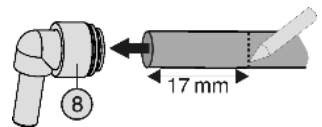

*Fig. 14*
- ▶ De houder *Fig. 14 (3)* vastkleven.
- ▶ De beide bevestigingsclips *Fig. 14 (4)* openen en in de aangegeven afstand op de compressordrager schuiven.
- ▶ De geïsoleerde slang *Fig. 14 (5)* eruit trekken en achter buis *Fig. 14 (6)* door-trekken.
- ▶ Beschermkappen *Fig. 14 (7)* van de slanguiteinden en magneetkleppen verwijderen.